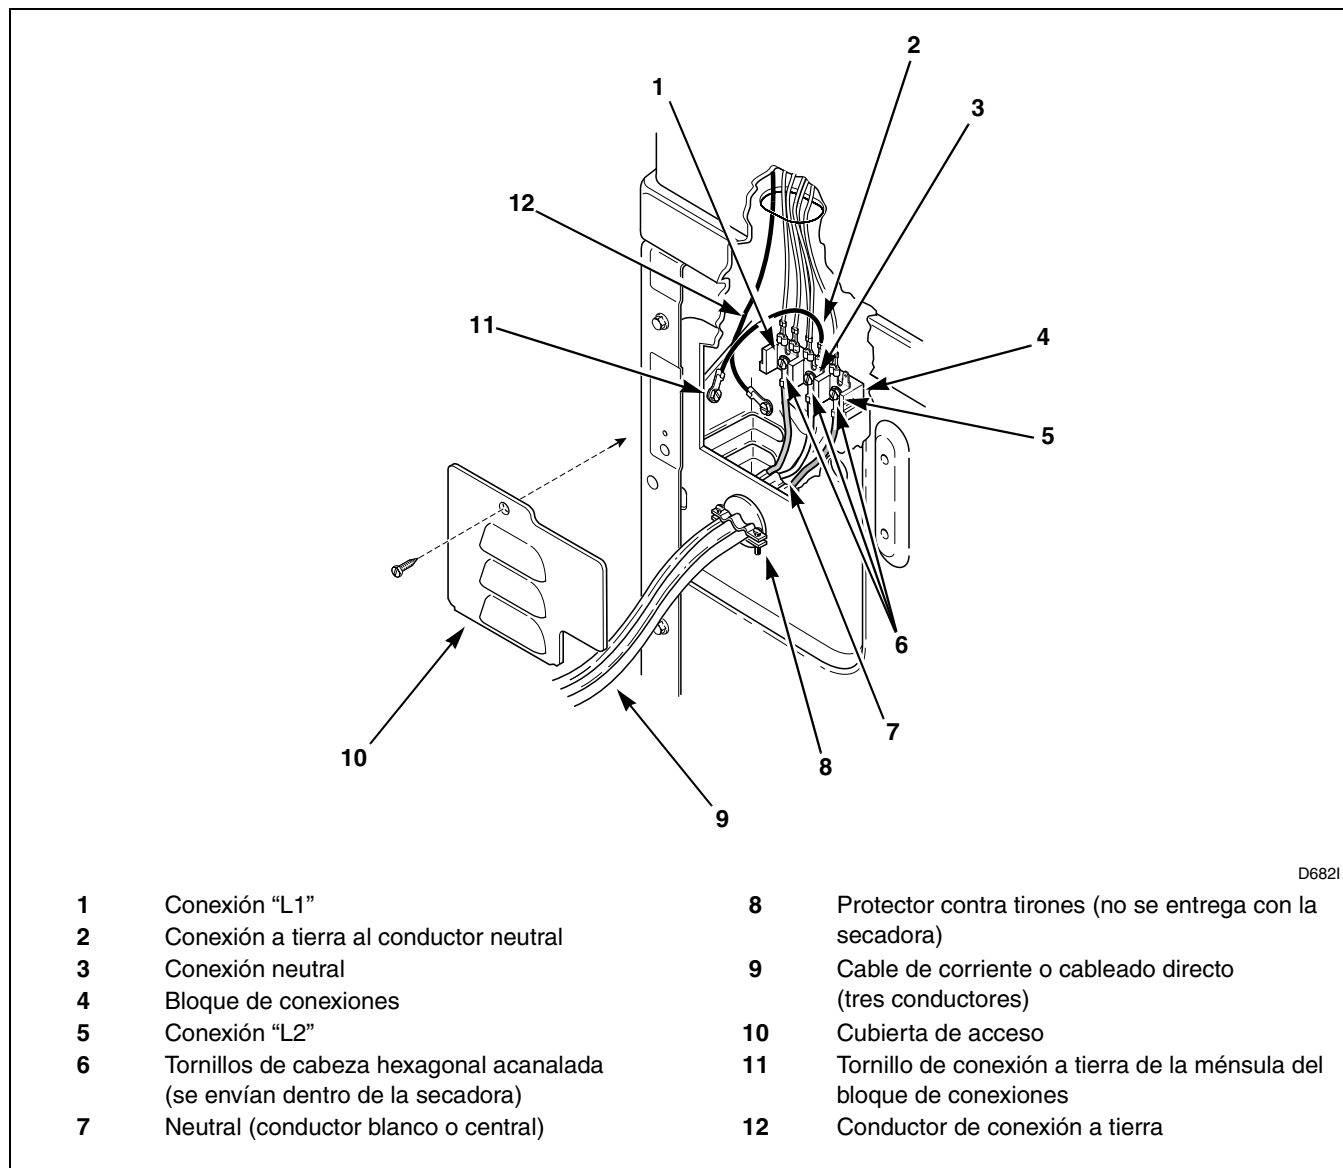

Figura 19
2. Meta los extremos del cable directo a través del orificio de la fuente de energía (que contiene el protector contra tirones adecuado) en la parte posterior del gabinete de la secadora. Consulte la *Figura 19*. Conecte el cable de corriente eléctrica, o el cableado directo, a la conexión del bloque de conexiones utilizando **los tornillos de sujeción de los tres conductores que están en el**